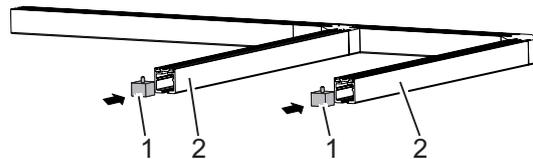

Fig. 8: Pose des limiteurs de course
- ☞ Des limiteurs de course (Fig. 8/1) doivent être posés dans la gare de rangement aux deux extrémités des rails de roulement (Fig. 8/2).
5. Glisser les limiteurs de course (Fig. 8/1) dans le rail de roulement (Fig. 8/2).